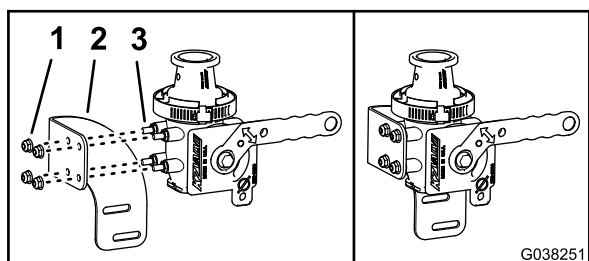

Рисунок 59
1. Совместите шланг кронштейна отсечного клапана эдуктора со шпильками отсечного клапана эдуктора, как показано на Рисунок 59.
2. Прикрепите кронштейн к клапану (Рисунок 59) с помощью 4 фланцевых контргаек (1/4 дюйма).